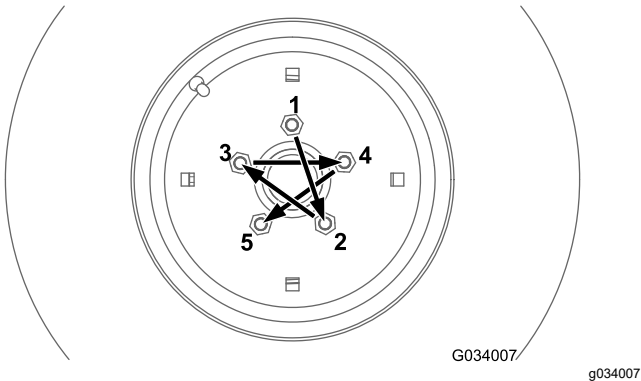
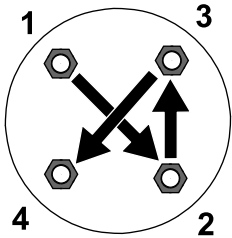

Figura 64
Figura 65
Apriete las tuercas de las ruedas delanteras y traseras (máquinas con tracción a 4 ruedas solamente) al par especificado usando el patrón ilustrado en la Figura 64 y la Figura 65.
- Ruedas delanteras: consulte Figura 64
- Ruedas traseras (máquinas con tracción a 4 ruedas solamente): consulte Figura 65